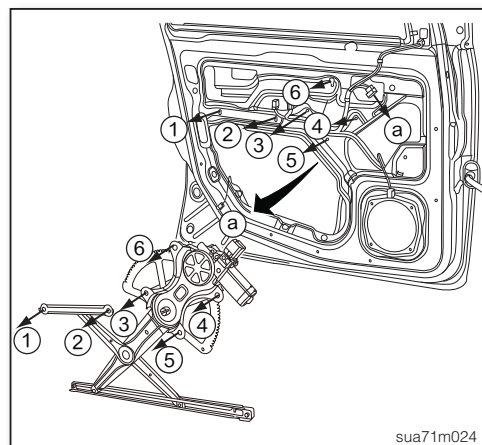

图2
6. 拆开左前车门玻璃调整器总成的线束接头a (如图2)。
7. 拆下左前车门玻璃调整器总成固定螺栓①~⑥ (如图2), 然后取出左前车门玻璃调整器总成。